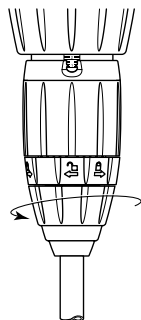

Рис. 15
- Отвинтите гайку и снимите всасывающий шланг (**Рис. 15**).